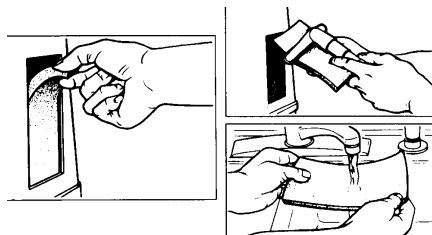

FIGURA 2 - LIMPIEZA DE LOS FILTROS DE ENTRADA
1. Retire los filtros y **LÍMPIELOS POR LO MENOS UNA VEZ A LA SEMANA** según las condiciones ambientales (**FIGURA 2**).
2. Limpie los filtros de entrada con una aspiradora o lávelos en una solución detergente tibia (**FIGURA 2**).